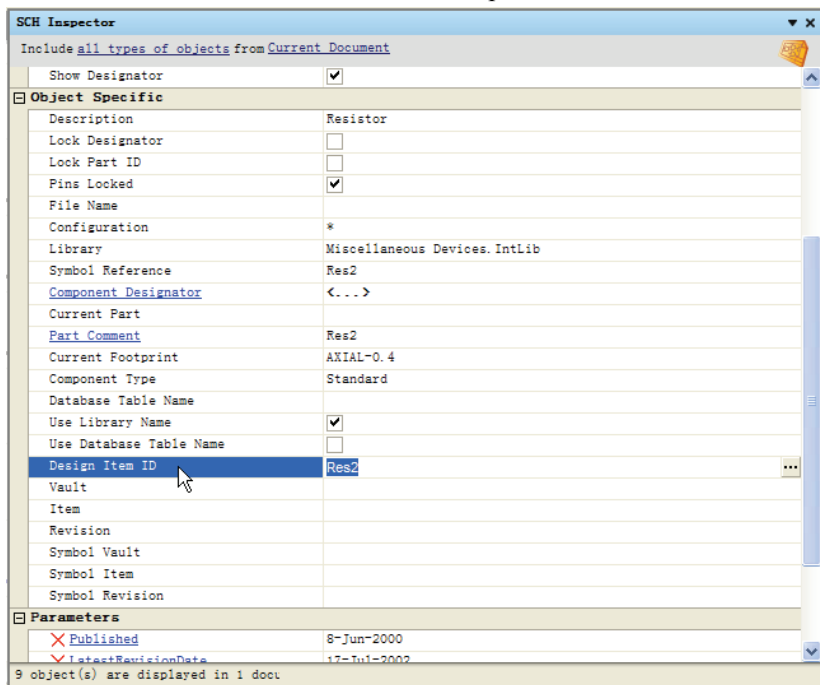
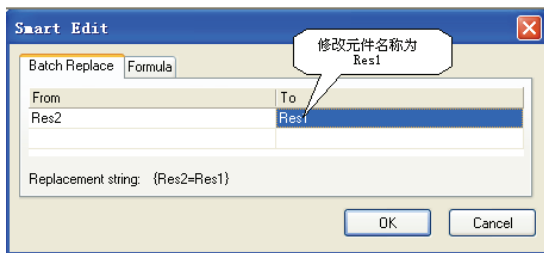

图 6-15 检查器面板
图 6-16 元件参数编辑框
(1) 单击 SCH 标签，打开检查器面板（SCH Inspector），如图 6-15 所示。
(2) 单击图 6-15 中的 按钮，弹出元件参数编辑框，修改“Res2”为“Res1”，如图 6-16 所示。